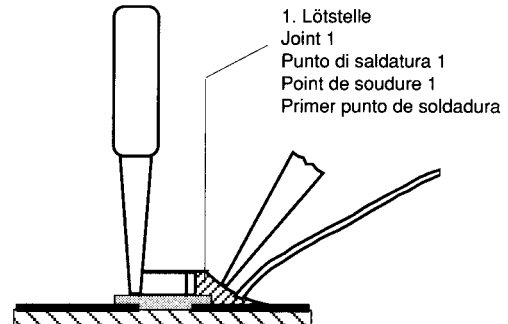

Fig. 4
4. Schritt: CHIP an der Lötstelle ansetzen, zentrieren und anlöten (Fig. 4).
4. Appoggiare il CHIP sul punto di saldatura, centrarlo e quindi saldarlo (Fig. 4).
4. step: Put the CHIP onto the soldering point, then center and fix it (Fig. 4).
4. Poser le composant CMS sur cette pointe de soudure, centrer et souder. Maintenir le composant CMS à l'aide d'une pince (Fig. 4).
Cuarto paso: Colocar el CHIP sobre la gota estaño, centrarlo y soldarlo (Fig. 4).